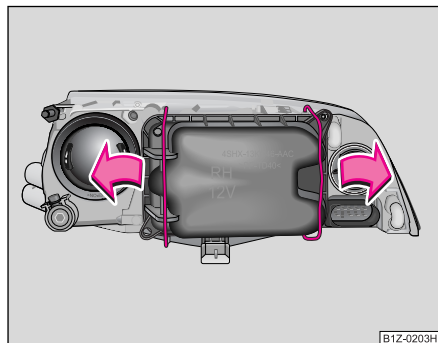

Fig. 219 Desmontaje de la cubierta para la luz de posición y de cruce
- Presione el estribo de alambre a un lado en el sentido de la flecha y desmonte la cubierta ⇒ fig. 219.